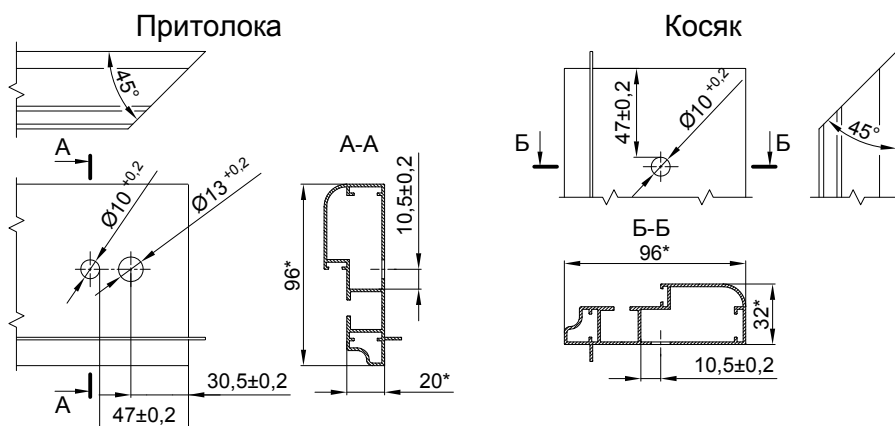
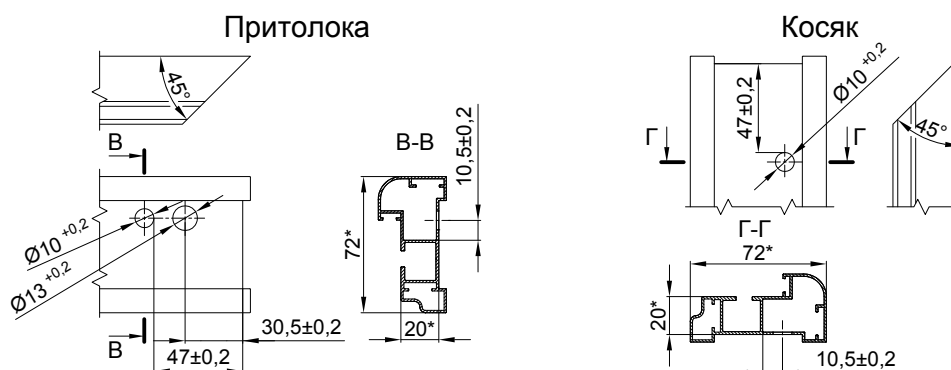

Рис. 3. Обработка профилей коробки из профиля Т99-01
Рис. 4. Обработка профилей коробки из профиля Т72-14
1. Выполнить отверстия $\varnothing 10$ и $\varnothing 13$ мм в профилях дверной коробки (см. рис. 3 и рис. 4), с помощью приспособления ПК358;